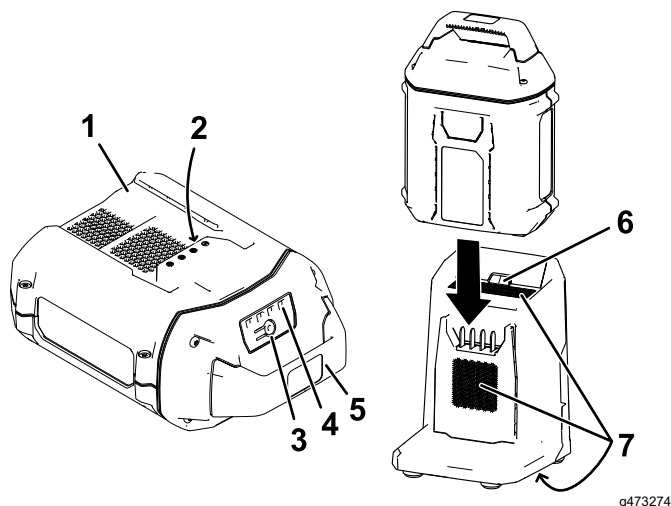

Figura 20
2. Alinhe a cavity na bateria (Figura 20) com o ressalto no carregador.
3. Deslize a bateria para o carregador até que fique totalmente encaixada (Figura 20).